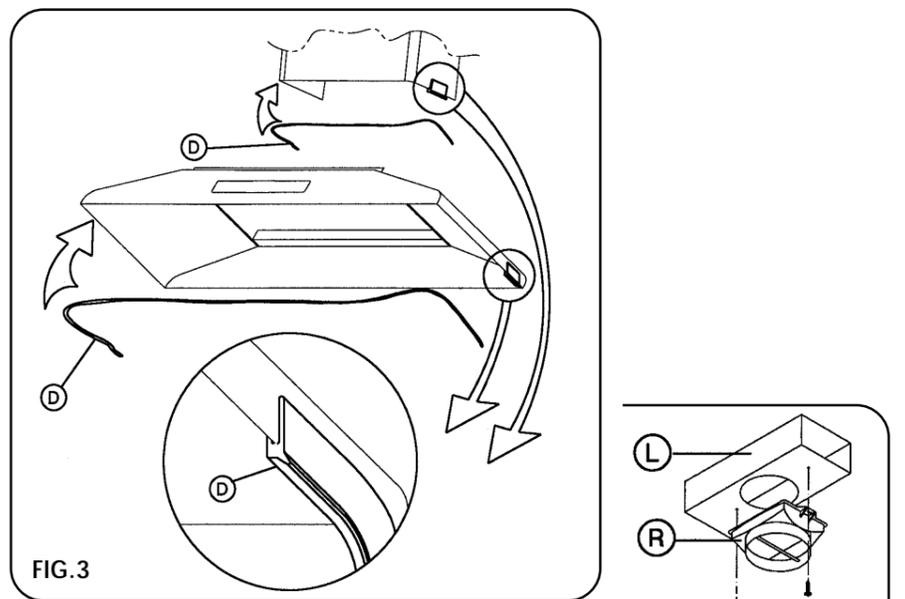

FIG.3
ЕГО СООТВЕТСТВУЮЩАЯ СБОРКА (рис.3):
УСТАНОВКА РЕЗИНОВОЙ ПРОКЛАДКИ D - рис.3
- Прикрепить трубу таким образом, чтобы она шла от верхней части колпака к потолку и прикрепить ее в том месте с помощью винтов (F) рис.3.
Проделать все операции предыдущего параграфа, но обратить внимание на то, чтобы прикрепить внутри трубы при помощи подходящих винтов фильтрующее соединение (L) рис.3.